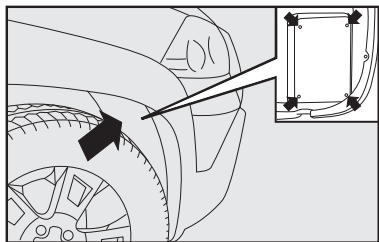

fig. 28
- 1) retirar a tampa de inspeção dos faróis de longo alcance, localizada no interior do vão da roda **fig. 28**, utilizando uma chave phillips (não fornecida) nos parafusos indicados no detalhe **fig. 28**.